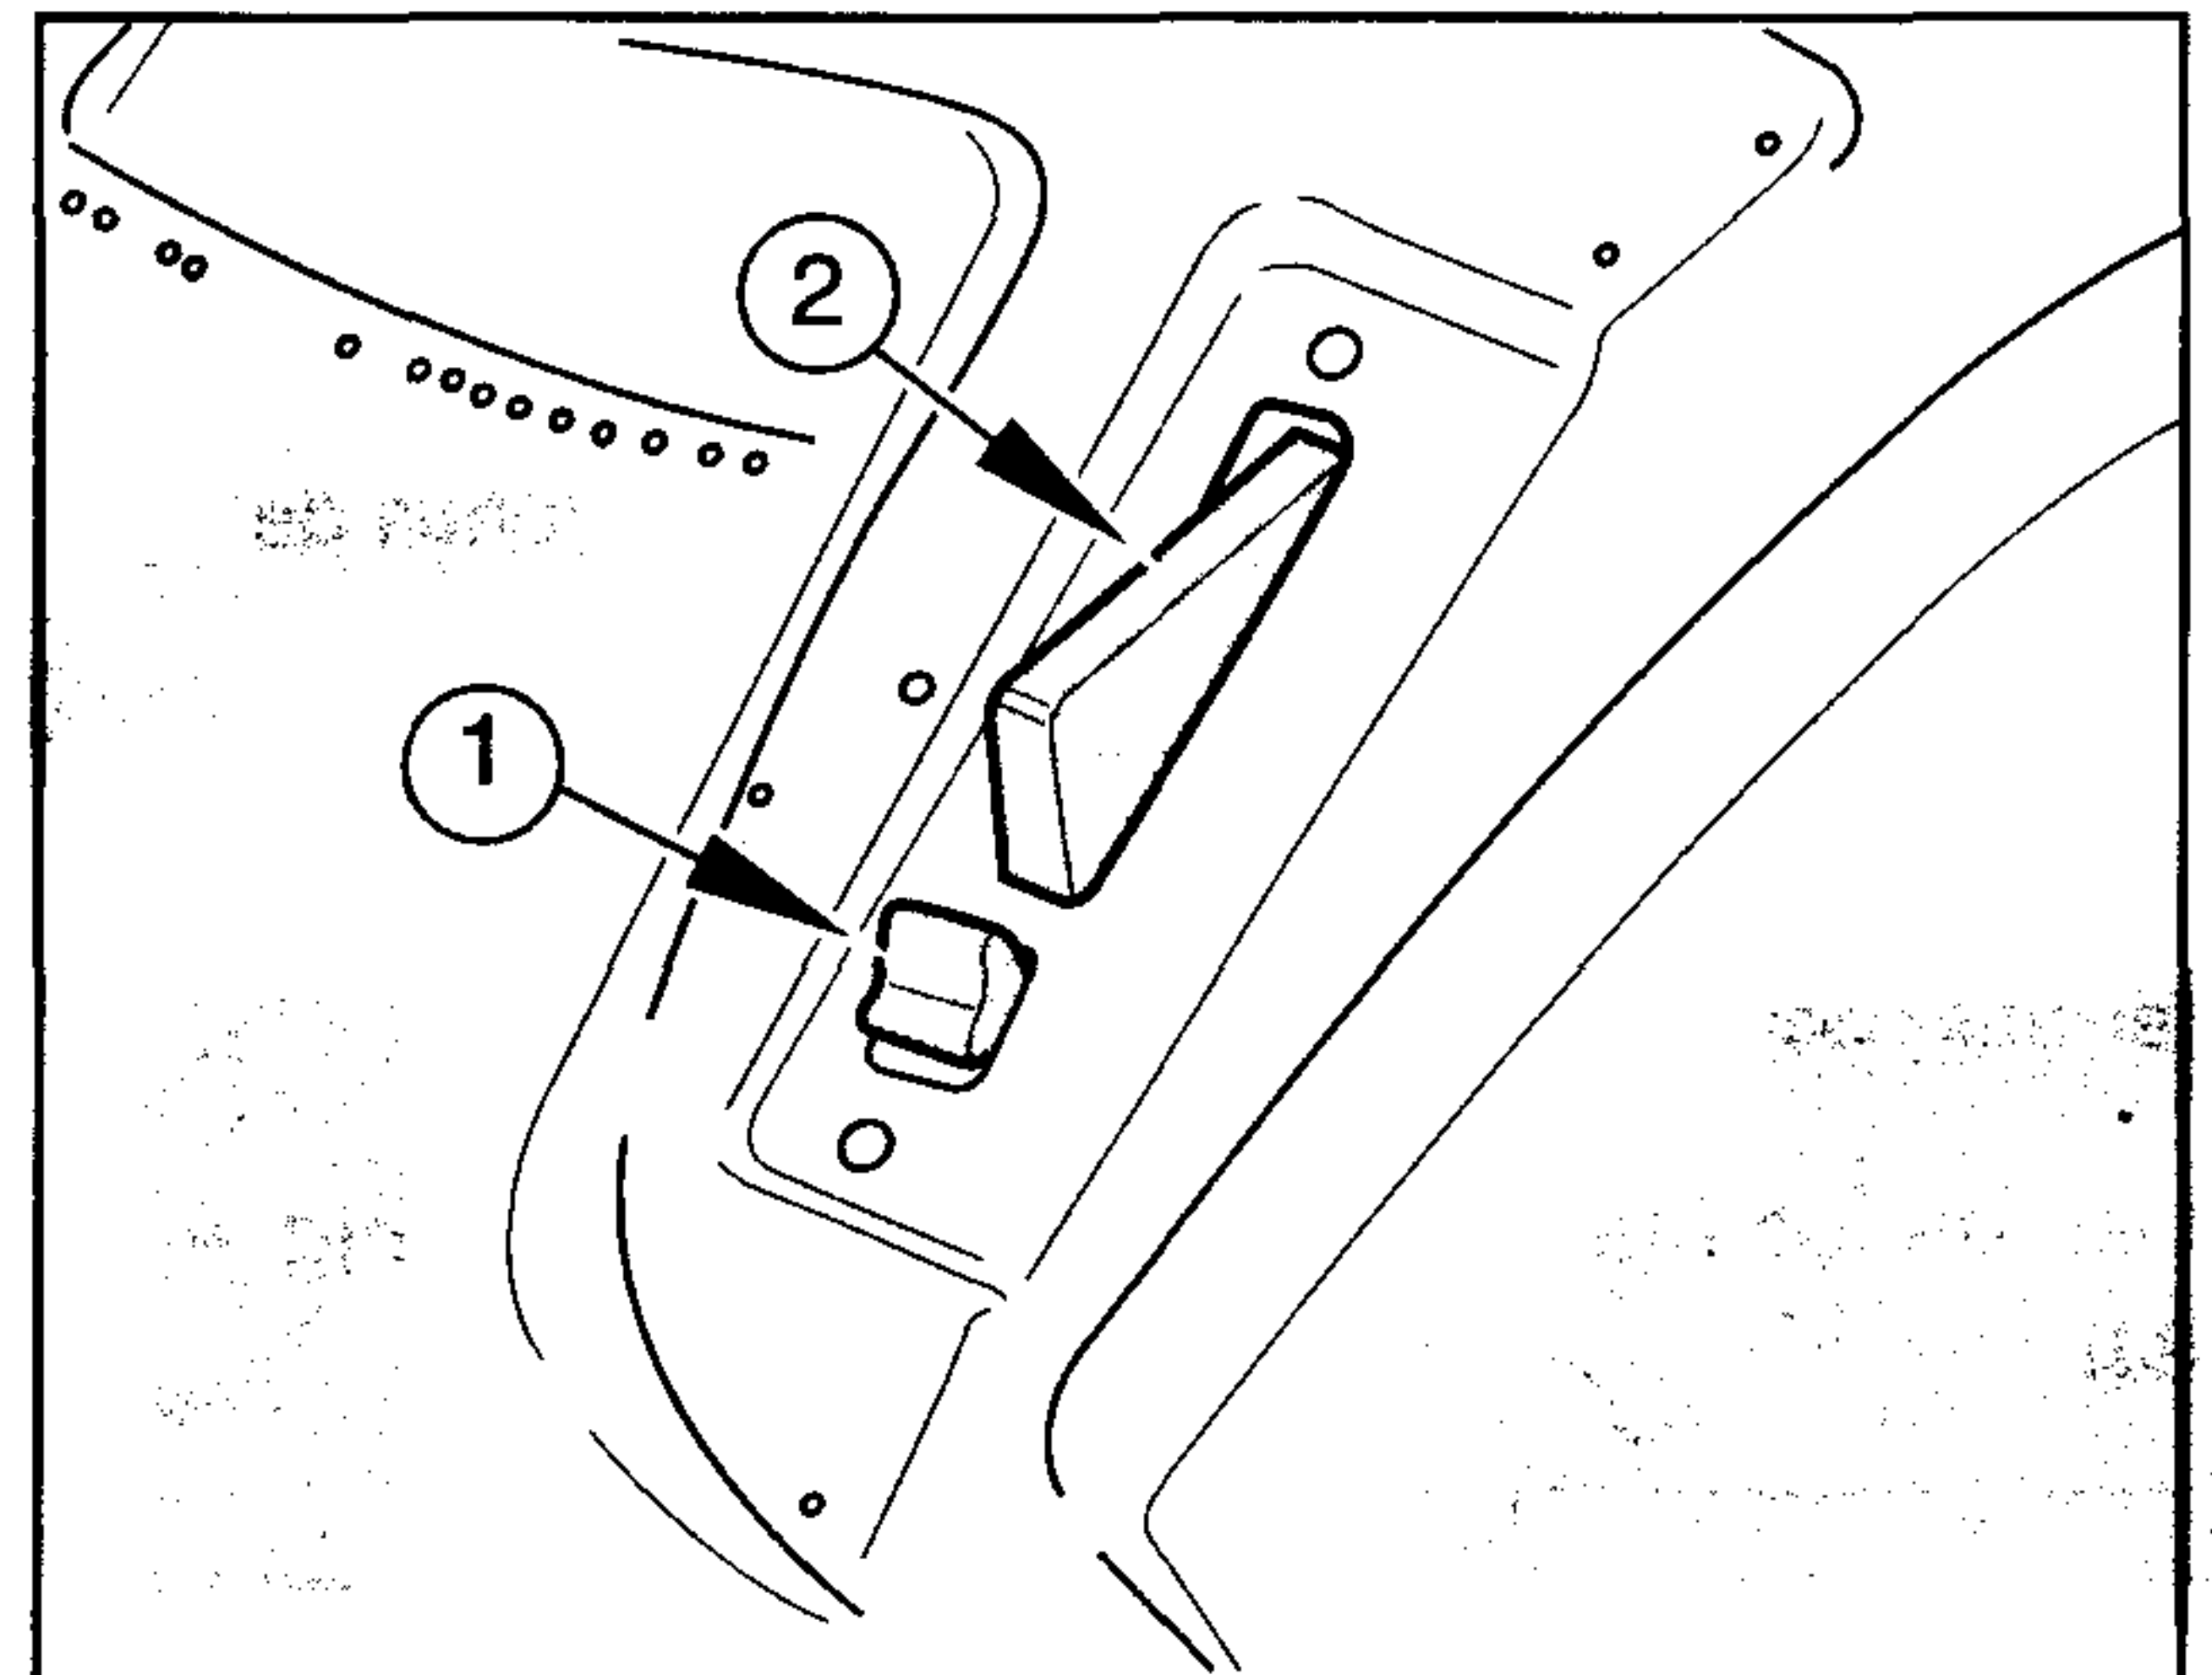

Fig.4-82B - (A pedido sólo en algunos mercados)
Botones de elevación y descenso automático de los brazos del elevador - Si están montados Fig.4-82B
Para elevar el equipo llevar el botón (1) Fig. 4-82B hacia atrás como indica la flecha en la figura para liberar el botón (2). Los brazos del elevador se alzarán completamente.
- Cuando se trabaja a pequeñas profundidades, la carrera de la palanca de mando resulta muy limitada. Para evitar que el enterrado del equipo sea demasiado lento, aconsejamos llevar la palanca toda hacia adelante al inicio de cada pasada, superando el tope (3) y llevar luego progresivamente la palanca en la posición deseada superando el tope (3) en sentido contrario.
- (Si están montados). Utilizar los botones de elevación/enterrado automático al inicio y al final del campo (Fig.4-82B).